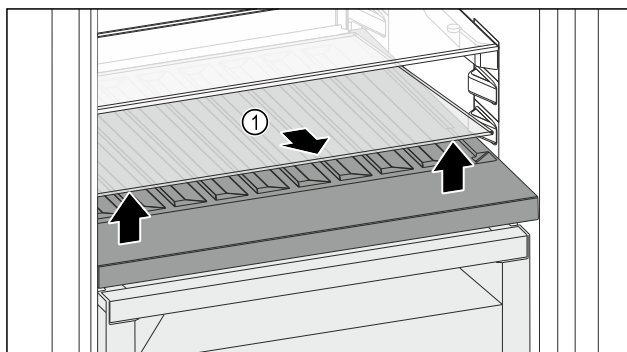

Fig. 84
- Sollevare il ripiano di vetro Fig. 84 (1) dall'incavo anteriore e rimuoverlo.
- Conservare il ripiano di vetro Fig. 84 (1) fuori dall'apparecchio in un luogo sicuro.